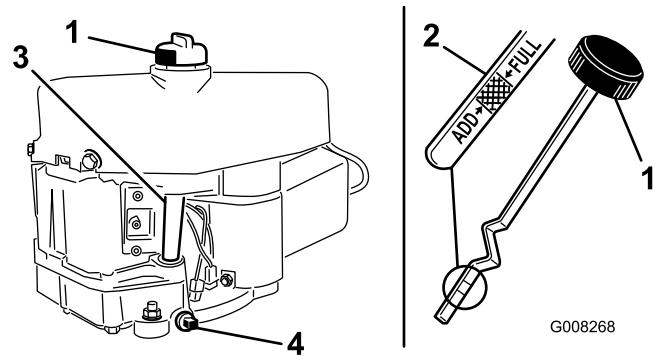

Bild 24
7. Reinigen Sie den Bereich um den Ölpeilstab (Bild 24), damit kein Schmutz in den Einfüllstutzen gelangen und den Motor beschädigen kann.
8. Schrauben Sie den Ölpeilstab los und wischen Sie das Metallende ab (Bild 24).
9. Schrauben Sie den Ölpeilstab vollständig in den Einfüllstutzen (Bild 24).
9. Nehmen Sie die Ölabblassschraube ab, damit das Öl ablaufen kann (Bild 24).
- Reinigen Sie den Bereich um den Ölpeilstab und drehen den Verschlussdeckel ab (Bild 24).
- Gießen Sie ca. 80 % der angegebenen Ölmenge langsam in den Einfüllstutzen (Bild 24).